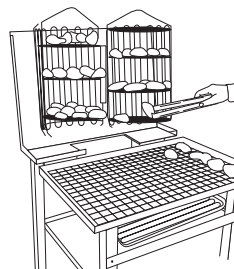

FIGURE 14
8. **Déchargement du panier** (Figure 14). Placez les produits cuits sur le plateau ondulé et retournez la cavité (os) vers le bas le cas échéant. Placez le plateau dans l'armoire de conservation.